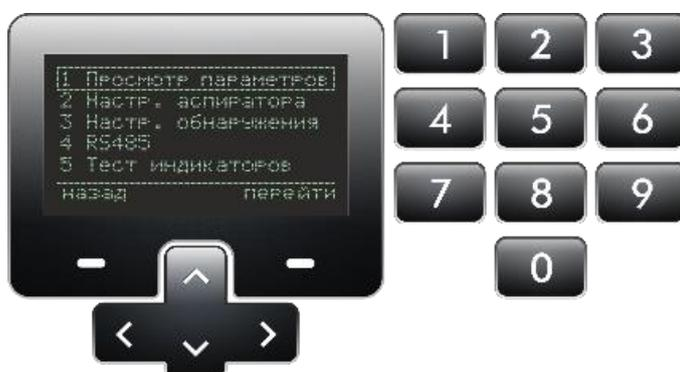

Рисунок 1 - Органы управления
6.1 Управление работой извещателя и настройка параметров осуществляется с помощью экрана, клавиш навигации, выбора и цифровой клавиатуры (рис.1).